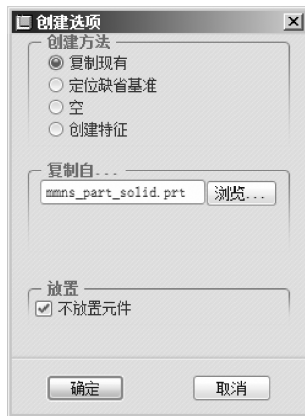
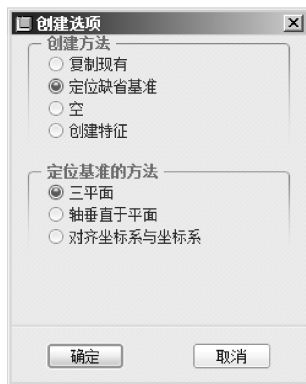

图 9-78 复制现有
图 9-79 定位缺省基准
(3) 单击【确定】按钮，弹出【创建选项】对话框，如图 9-78 所示。
(4) 在【创建选项】对话框的【创建方法】选项组内列举了 4 种创建新零件的方法。
- 定位缺省基准：通过确定定位基准来创建新零件。选择该种创建方法，【创建选项】对话框中将出现【定位基准的方法】选项组，如图 9-79 所示。根据需要，选择一种确定零件定位基准的方法，然后按照选取的定位基准方法来确定零件的定位基准，即可在装配体中创建新零件。